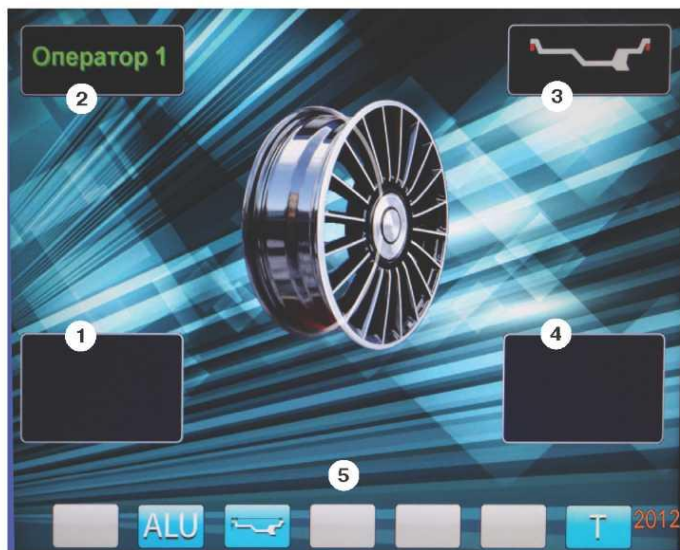
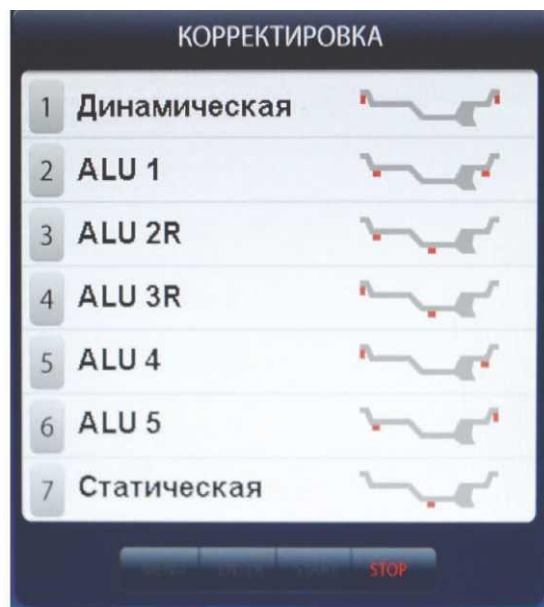

рис.8.2.
рис.11.3.
8.3. После включения питания СБ на экране монитора отображается фирменная заставка, которая через несколько секунд сменяется отображением экрана основного рабочего режима (рис. 8.2).
Для выбора схем расположения грузов в программах ALU1-ALU5 необходимо, находясь в режиме основного рабочего экрана, нажать кнопку «ALU», при этом открывается окно схем установки грузов, отмеченных номерами рис.11.3. Если после введения размеров колеса установился экран ввода геометрических параметров, необходимо перейти в экран основного рабочего режима нажатием кнопки «STOP». Для выбора нужной схемы нажмите кнопку верхнего ряда клавиатуры с соответствующим номером. Выбранная схема установки грузов отображается в окне 3 экрана основного рабочего режима (рис. 8.2).
12.2. При включении СБ программа измерения дисбаланса настраивается таким образом, что дисбаланс менее 8 г (заводская установка) на любой плоскости коррекции не показывается, в этом случае в окнах 1 и 4 (рис. 8.2) высвечиваются «OK». Минимальный дисбаланс отображающийся в окнах 1 и 4 равен 8 г. Дисбаланс, превышающий 8г, округляется до величины кратной 5, т.е. дисбаланс 9, 10, 11 и 12 г отображается цифрой 10, дисбаланс 13, 14,15, 16 и 17 г - цифрой 15 и т. д. Для просмотра неокругленного значения дисбаланса или дисбаланса менее 8г. необходимо нажать кнопку «<<», при этом в окнах 1 и 4 на 2-3 сек высвечиваются фактические значения дисбаланса, определенные в данном запуске.